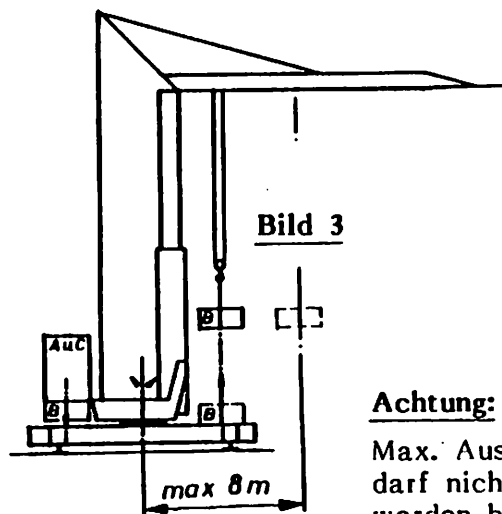

Bild 3
Information: Die konstante Überlasteinstellung der Motorstufe 1 und 2 ist innerhalb der 8 m Ausladung, mit dieser Platte, 2050 kg, möglich. Die Abschaltung muß jedoch bei max. 2200 kg erfolgen (Bild 3).
- 1.) Den Kran entsprechend der Betriebsanleitung aufbauen und in betriebsbereiten Zustand bringen (Bild 3).
Achtung: Die max. Ausladung von 8 m ab Mitte Kugeldrehkranz darf nicht überschritten werden. Siehe dazu Punkt 7, Abbau und Information. (Bild 3 und 4).